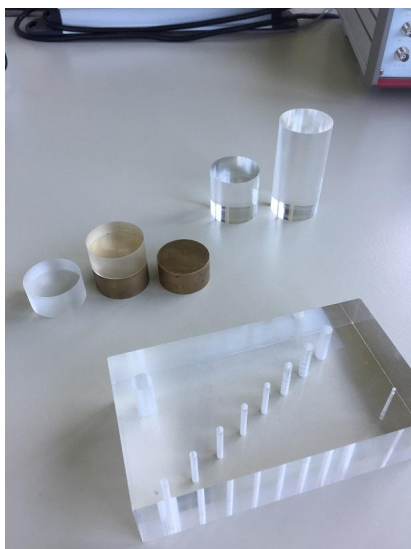
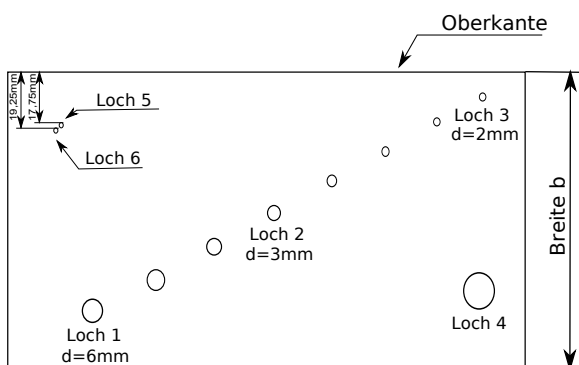

Abbildung 20: Zubehör zum Versuch.
Abbildung 21: Quader aus Acryl für den Versuch.
Im Versuch werden einige Materialien zur Vermessung bereitgestellt (vgl. Abb. 20): Zwei Acrylzyylinder zur Messung der Schallschwächung, mehrere Zylinder verschiedener Materialien zur Reflexionsmessung (nicht verwendet), sowie der Acrylquader mit Bohrungen wie in Abb. 21.
- Messen Sie zunächst die Breite b des Quaders (vgl. Abb. 21 bzw. M4, Anhang). Notieren Sie das Ergebnis und schätzen Sie die Messunsicherheit.